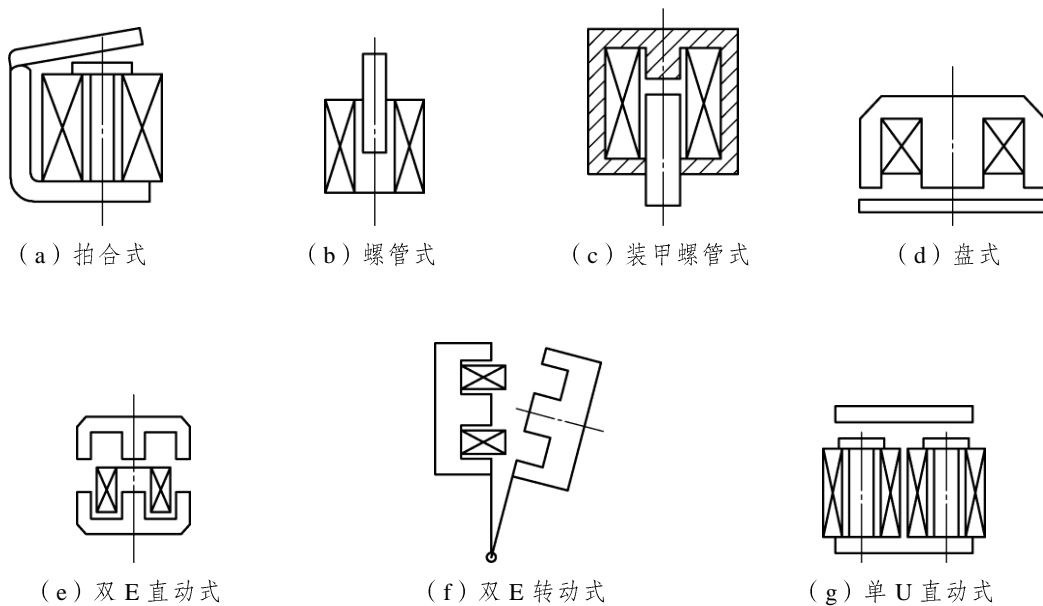

图 1-18 常见电磁铁的结构形式
电磁铁的结构型式很多，图 1-18 所示是几种常见电磁铁的结构形式。
(3) 按衔铁的运动方式，可分为直动式和转动式电磁铁两大类。图 1-18 (a)、(f) 所示为转动式，其余均为直动式。
(4) 按磁系统的结构形状，可分为 U 形、E 形和螺管型。图 1-18 (a)、(g) 为 U 形，图 1-18 (b)、(c) 为螺管型，图 1-18 (d)、(e)、(f) 均为 E 形。